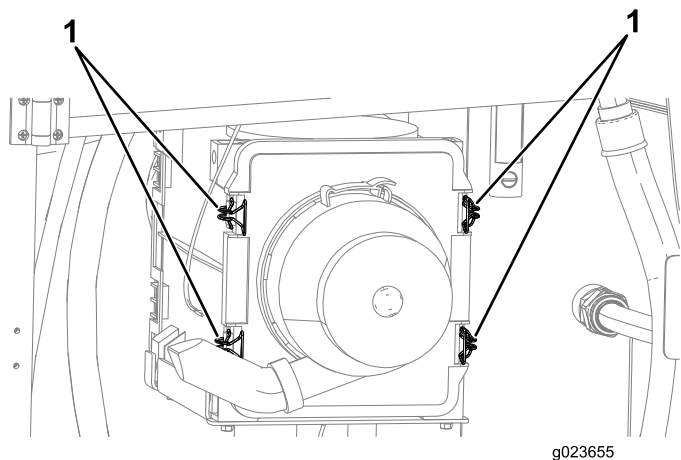

Рисунок 118
5. Потяните 4 защелки крышки воздухоочистителя наружу (Рисунок 118).
4. Установите крышку воздухоочистителя внутрь до полной посадки и зафиксируйте ее защелками (Рисунок 118).